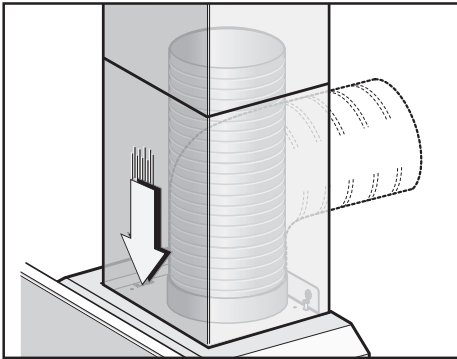

Fig.10
- Infilare il camino decorativo superiore all'interno del camino decorativo inferiore ed appoggiarli sopra la cappa (Fig.10).